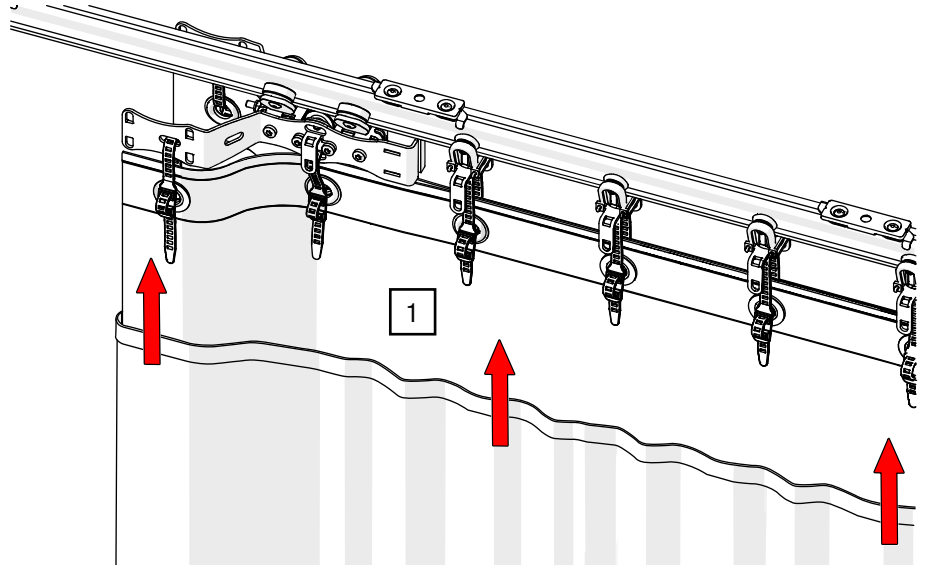
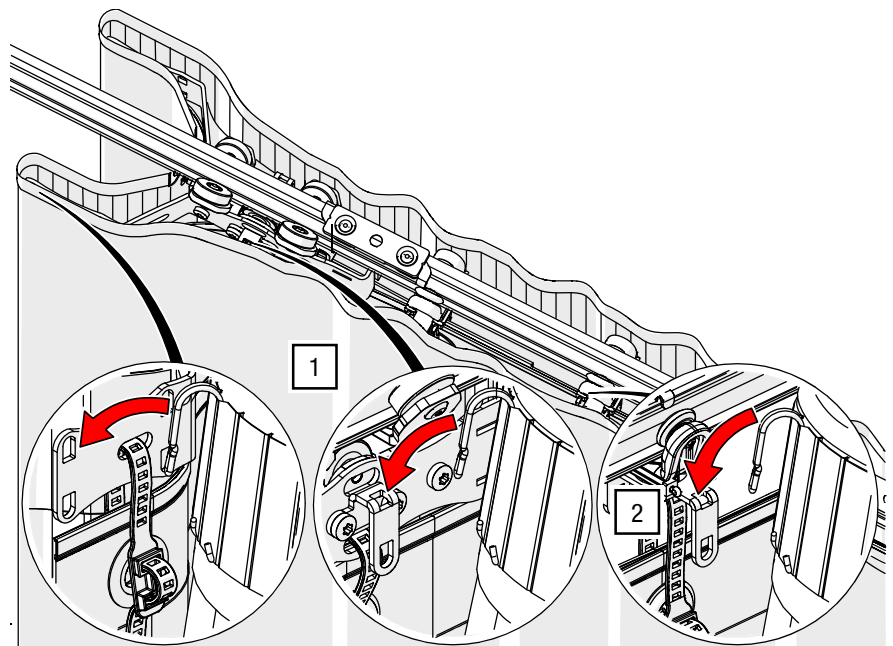
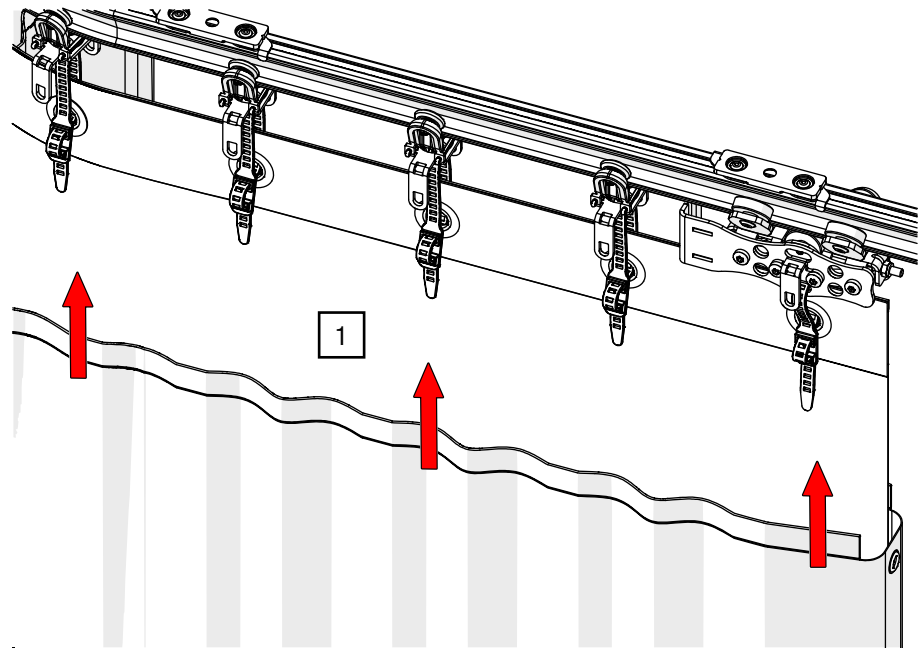
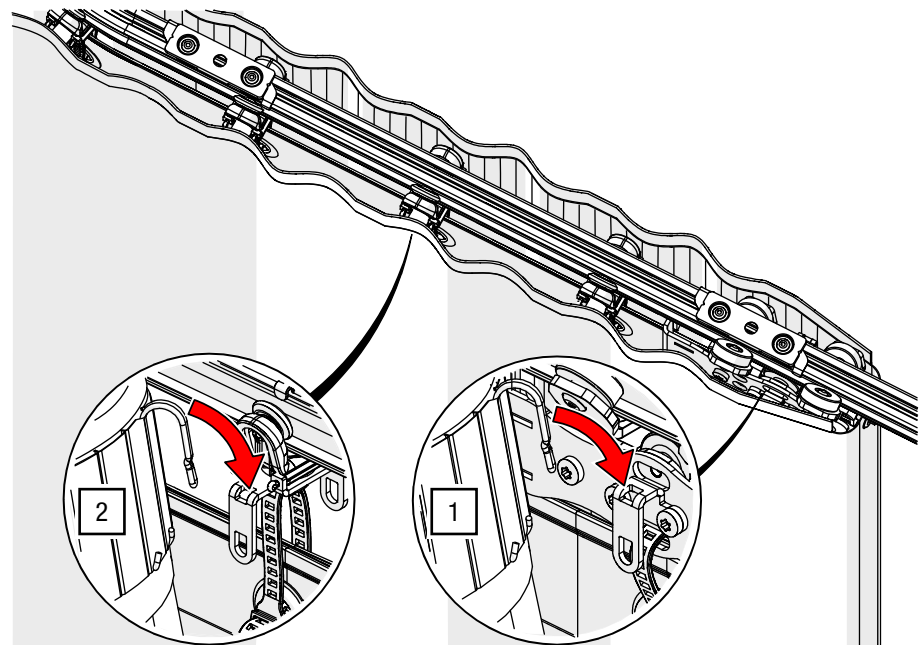

Abb. 80: Zugwagen mit doppeltem Überzugbügel – Außenlagen anheben und positionieren (1/2)
Abb. 81: Zugwagen mit doppeltem Überzugbügel – Außenlagen einhängen (1/2)
Abb. 82: Zugwagen – Außenlagen anheben und positionieren (2/2)
Abb. 83: Zugwagen – Außenlagen einhängen (2/2)
1. Heben Sie die Außenlagen an und beginnen Sie, die Stoffhaken in die Ösen und Überzugbügel der Zugwagen einzuhängen (siehe Abb. 80 und Abb. 81 bzw. Abb. 82 und Abb. 83).
2. Hängen Sie die Außenlagen an den folgenden G-TRACK OFFICE 2-Rad-Vorhang-Laufwagen ein (siehe Abb. 81 sowie Abb. 83).